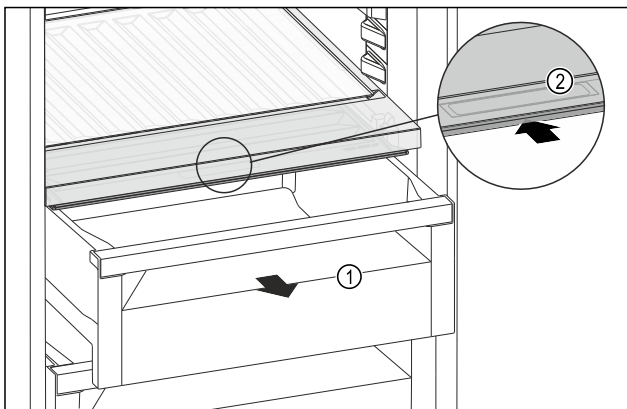

Fig. 121
- Schubfach Fig. 121 (1) herausziehen.
- Griffmulde Fig. 121 (2) am Fachdeckel anfassen und Fachdeckel gleichzeitig nach hinten schieben.